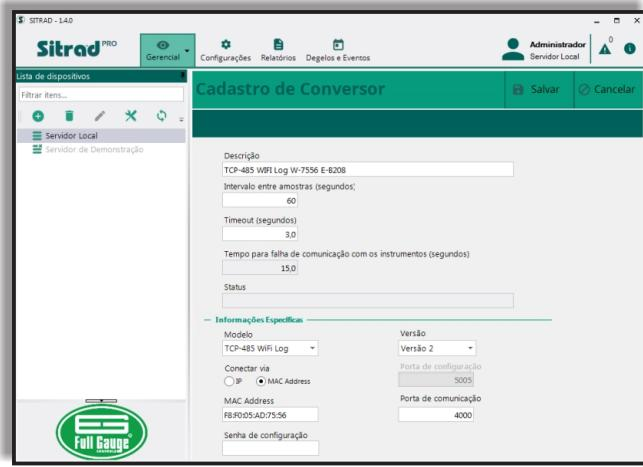

Figura 28
Passo 4: A Figura 28 exibe a guia de **Cadastro de Conversor**. Confira os dados do dispositivo e edite se necessário. O Sitrad^{Pro} identifica o **TCP-485 WiFi Log** como **TCP-485 WiFi Log com Versão 2**. O campo **Conectar via** define se o Sitrad^{Pro} reconhecerá o conversor na rede por endereço IP ou MAC. Se o conversor estiver configurado em modo Client com IP dinâmico, é aconselhável selecionar a opção **MAC Address**, pois o IP do dispositivo pode variar dentro da rede. Após configurar os parâmetros desejados clique no botão **Salvar** para cadastrar o conversor no servidor.